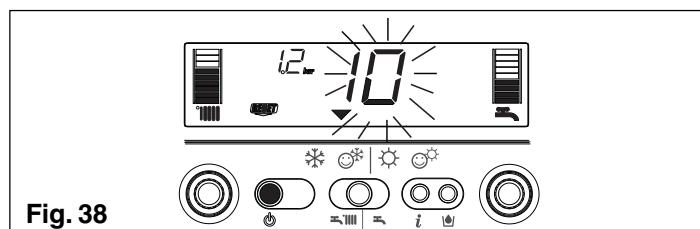

Fig. 38
2) Visualización solo del ícono (fig. 38)